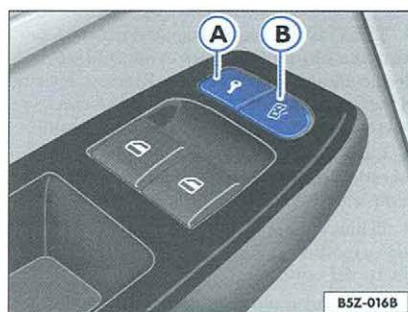

Fig. 34 Detalle del reposabrazos de la puerta delantera izquierda: interruptor del bloqueo eléctrico
- Pulsar el interruptor ⇒ fig. 34 (A) (🔑) ⇒ ⚠.
- Pulsar el interruptor ⇒ fig. 34 (B) (🔑🔒).